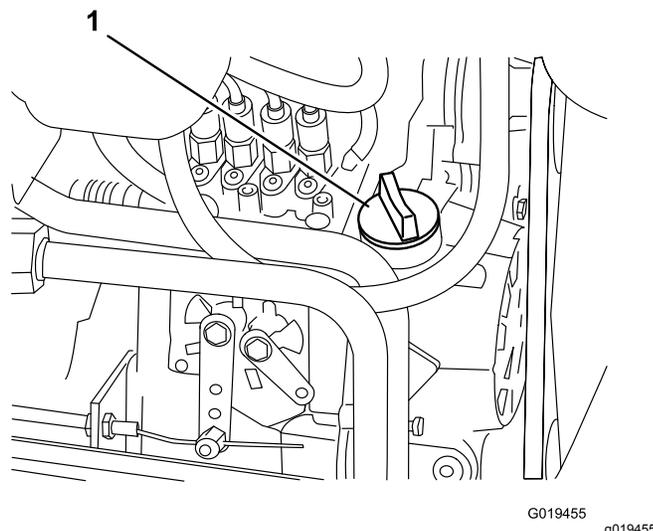

Figura 50
4. Si el nivel de aceite está por debajo del intervalo seguro, retire el tapón de llenado (Figura 50) y añada aceite hasta que el nivel llegue a la marca Full (lleno).